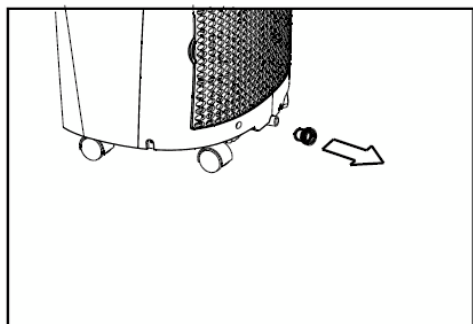

Fig. 23\*
- Quando il livello dell'acqua nella vaschetta inferiore raggiunge un certo livello, l'apparecchio emette 8 segnali acustici e sul display compare l'indicazione "P1". Il processo di climatizzazione / deumidificazione si arresta immediatamente, mentre il motore della ventola rimane in funzione (questo è normale). Spostare con cautela l'unità in una posizione adatta al drenaggio, rimuovere il tappo di drenaggio inferiore e lasciare defluire l'acqua (fig. 23\*). Riavviare l'apparecchio e l'indicazione P1 scompare. Se l'errore persiste, contattare l'assistenza.
- Levate il tappo di gomma sul lato posteriore dell'unità e collegate il tubo flessibile di drenaggio. Collocate l'altra estremità del flessibile direttamente sopra lo scarico del pavimento (vedi fig. 23\*/ 24\*).
- Rimuovete il tappo dello scarico della condensa della vaschetta inferiore per far defluire l'acqua (vedi fig. 23\*)